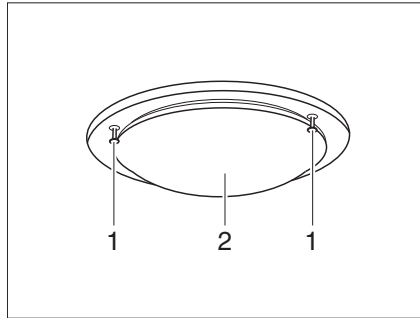

Fig. 170 Lámpara de techo
- Soltar los tornillos (Fig. 170,1) y quitar la cubierta de vidrio (Fig. 170,2) con precaución.